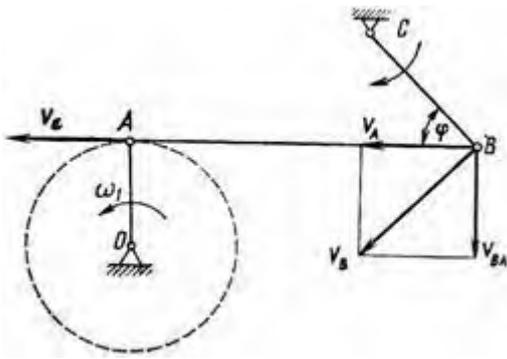

Рисунок 23
2. В четырехзвенном механизме (рис. 23) кривошип OA вращается равномерно с частотой $n = 300$ об/мин. Для заданного положения механизма, при котором кривошип OA перпендикулярен шатуну AB и $\angle ABC = 45^\circ$, определить угловую скорость звена (коромысла) BC , если $OA = 0,12$ м, $AB = 0,3$ м и $BC = 0,14$ м.